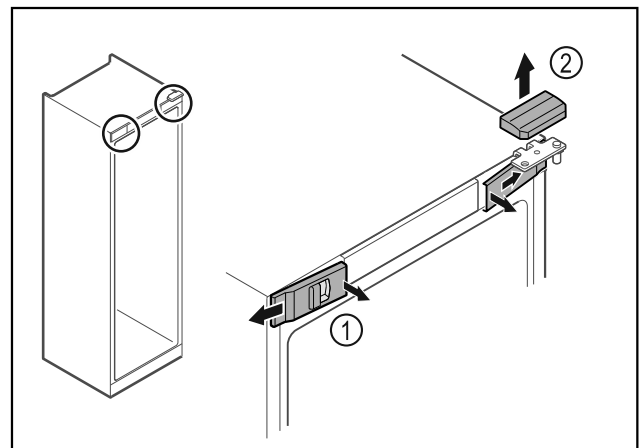

Fig. 18
- ▶ Передние крышки Fig. 18 (1) освободите от фиксации с внутренней стороны и отведите в сторону.
- ▶ Движением вверх снимите верхнюю крышку Fig. 18 (2).